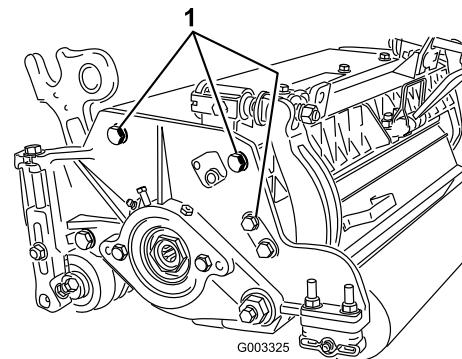

図 11
**注** リールと後ローラとの平行関係は、カッティングユニット全体の組み立て精度により保証されていますから、調整は不要です。極わずかの狂いの調整は以下の方法により可能です：カッティングユニットを定盤の上に載せ、サイドプレート固定キャップスクリュをゆるめる（図 11）。きちんと調整してキャップスクリュを締め付ける。キャップスクリュを 27~33 ft-lb (3.7~4.5 kg.m) にトルク締めする。